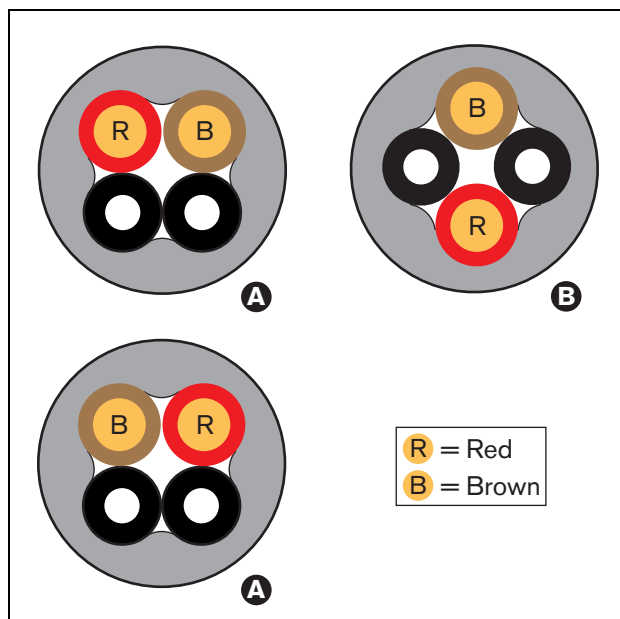

Abb. 29.5: Kabeltypen
- Kabel des Typs A: Die Glasfasern sind nebeneinander angeordnet (siehe Abb. 29.5, in dem beide Kabelenden zu sehen sind).
- Kabel des Typs B: Die Glasfasern sind gegenüberliegend angeordnet (siehe Abb. 29.5, beide Kabelenden sind identisch).